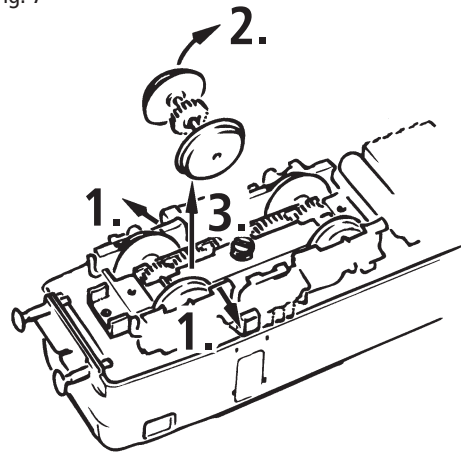

Fig. 9
4. Kohlebürstenwechsel: Lokgehäuse abnehmen (Fig. 3). Danach wird der Motor ausgebaut und die Kohlebürsten ausgewechselt (Fig. 9).
4. Carbon Brush Changing: First remove loco body (fig. 3), and then the motor (fig. 9).